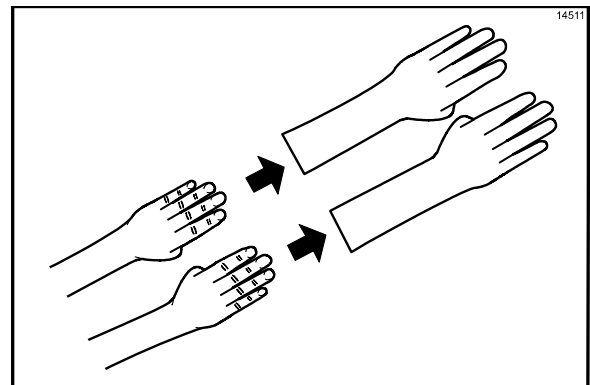

Abbildung 80
6. Hitzeschutzhandschuhe anziehen. (Siehe Abbildung 80.)